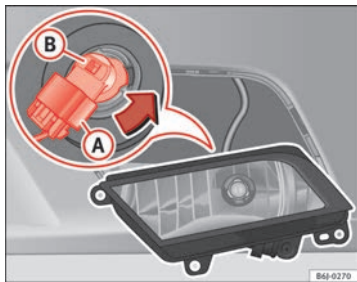

Fig. 164 Faro fendinebbia
- Estrarre il connettore ⇒ fig. 164 **A** della lampada.
- Ruotare il portalampada ⇒ fig. 164 **B** verso sinistra e tirare.